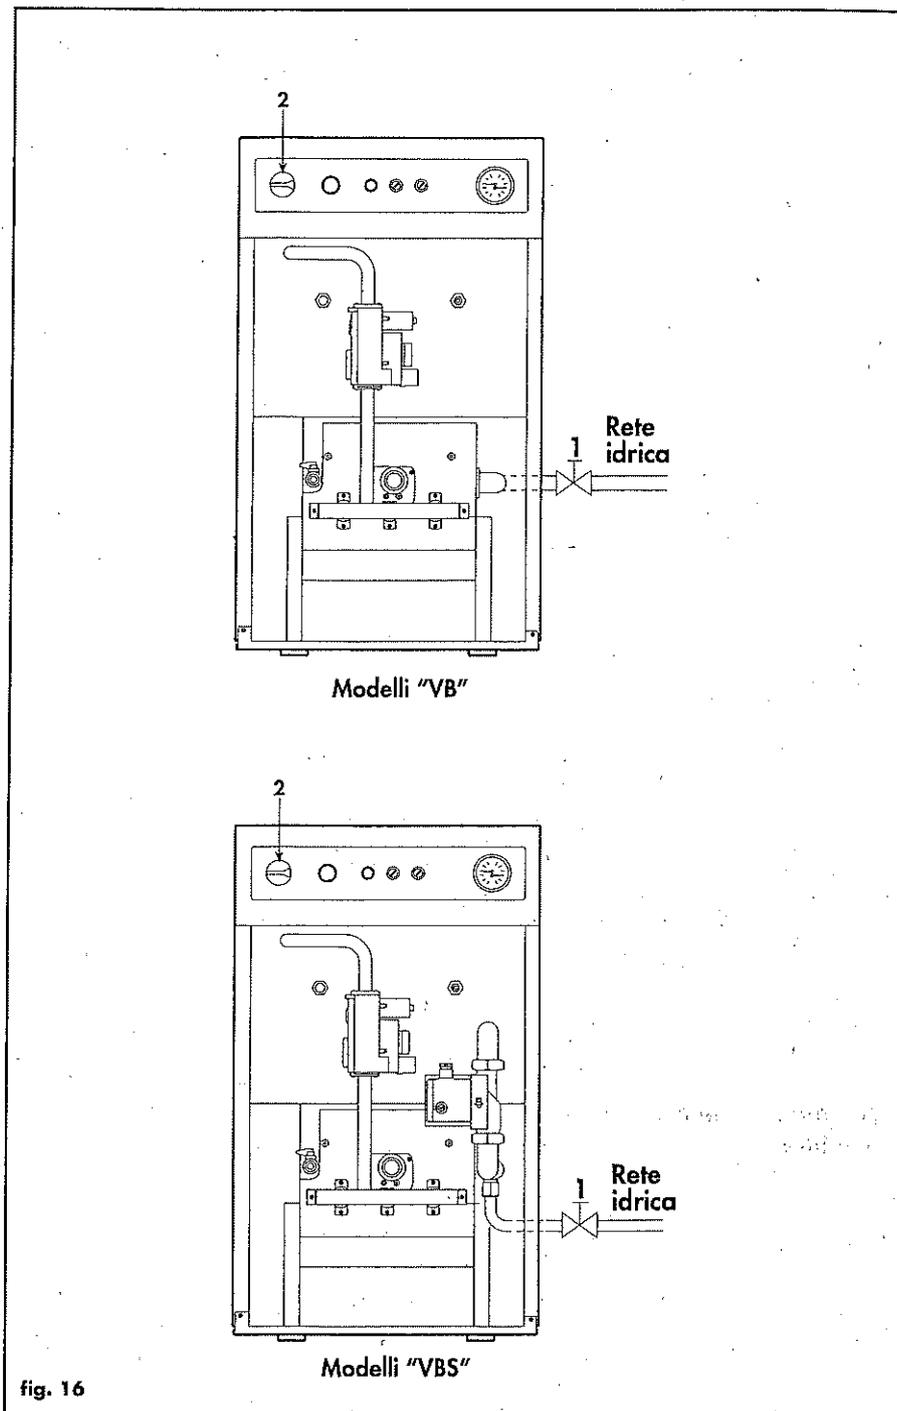

fig. 16
Le caldaie devono essere dotate di un rubinetto di carico (1). Sui modelli VBS questo può essere allacciato all'apposito raccordo sulla tubazione a valle della pompa (fig. 16).
La temperatura di andata è impostabile tramite il termostato di caldaia. Il campo di regolazione della manopola (2, fig. 16) è 45-90 °C.